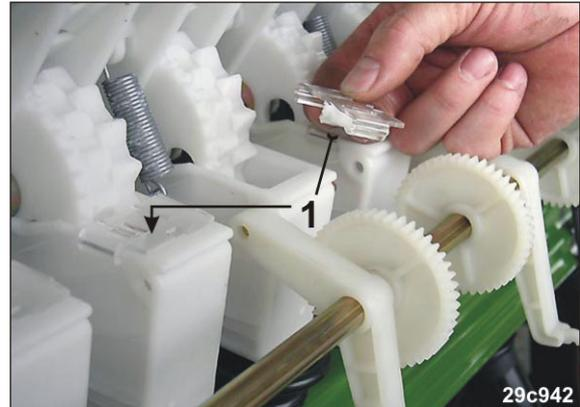

Fig. 224
2. Neue Fahrgassensäräder markieren, indem Sie die Feinsäradbürsten (Fig. 224/1) auf die neuen Fahrgassensägehäuse aufstecken.